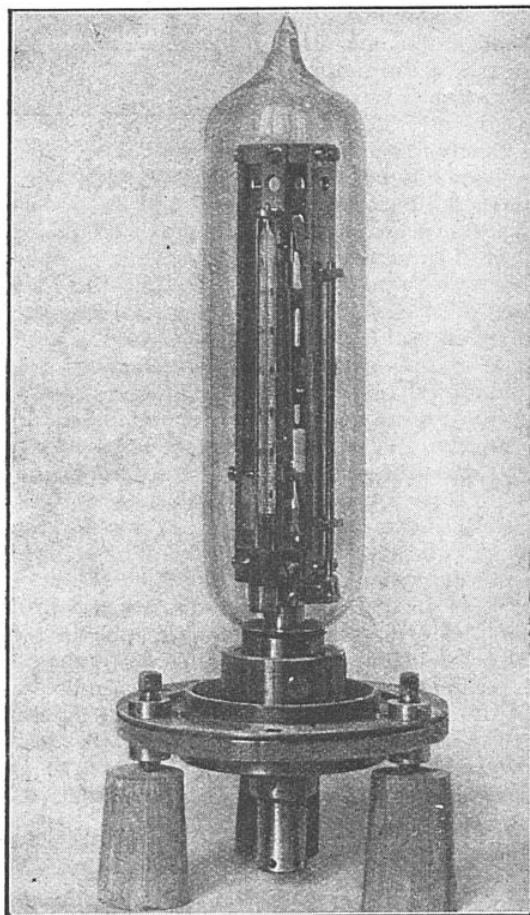

FIG. 3. — LE PENDULE GRAVIMÉTRIQUE
(1) Rien sur la mesure du temps, la capillarité (Laplace), la viscosité (Poiseuille), les théories de l'élasticité (Coulomb, Poisson, Navier, Cauchy, Lamé, H. Poincaré), la métallographie (Osmond, Le Chatelier), l'hydrodynamique et l'aérodynamique.
imaginé par Fernand Holweck (fig. 3) et destiné à la mesure de l'intensité de la pesanteur (1).